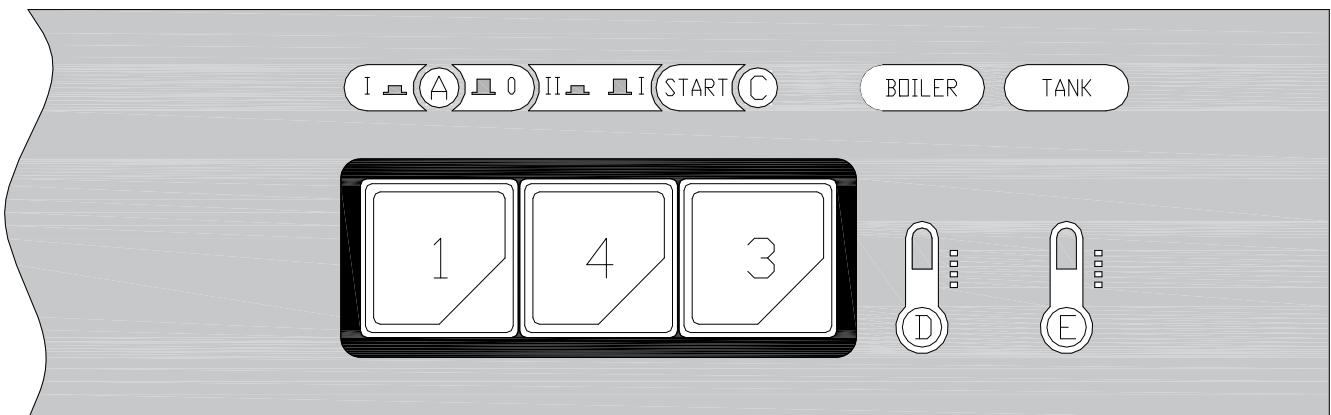

Рис. 3-2
- When the water intake cycle is complete, open the door (I), position the full basket (L) and close the door (I). Select the appropriate washing cycle by pressing button (4) (short cycle (II) button pressed + long cycle (I) button not pressed). Now press the START button (3) and the wash cycle displayed by light (C) will start. When the cycle is over, this light goes out. To turn off the appliance, turn the switch (1) to (0). Light (A) indicates the appliance is off (Fig.3-2÷3-3).
- Nach erfolgter Füllung die Tür (I) öffnen, den gefüllten Geschirrkorb (L) einsetzen und die Tür (I) schließen. Das Programm durch Drücken des Druckknopfes (4) wählen (kurzer Spülgang (II) Taste gedrückt + langer Spülgang (I) Taste losgelassen). Nun die START-Taste (3) drücken, und das Spülprogramm beginnt, die Kontrolllampe (C) leuchtet auf und am Programmende erlischt die Kontrolllampe. Um das Gerät auszuschalten, muß der Schalter (1) auf die Position (0) gestellt werden, die Kontrolllampe (A) erlischt. (Bild.3-2÷3-4).0
- Após o enchimento abrir a porta (I), colocar o cesto (L) cheio com a louça e fechar a porta (I). Selecionar o ciclo de lavagem apertando o botão (4) (ciclo breve (II) tecla acionada + ciclo longo (I) tecla desligada). A partir deste ponto, acionar o botão START (3) e iniciar o ciclo de lavagem, cujo funcionamento será indicado pela luz (C); ao final do ciclo a luz anteriormente indicada se apagará. Para desligar a máquina basta acionar o interruptor (1) até a posição 0 e assim a luz (A) se apagará (Fig.3-2÷3-4).